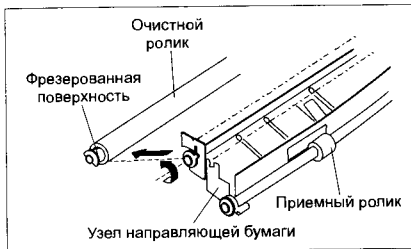

Рис. 17
- совмещают фрезерованную поверхность подшипника с направляющей и снимают ролик очистки с узла направляющей бумаги (рис. 17).